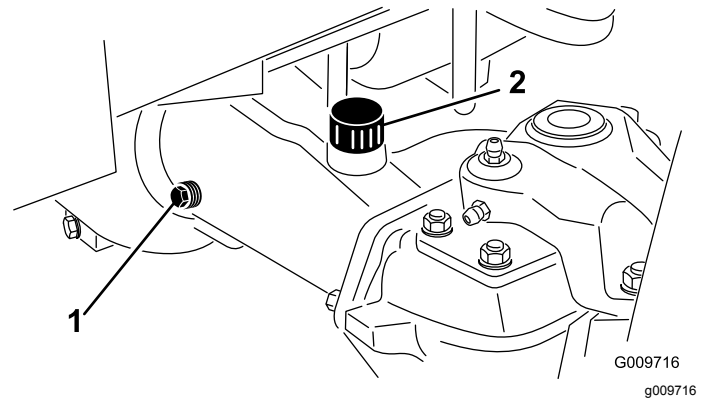

Figura 46
2. Retire o tampão de verificação que se encontra numa das extremidades do eixo (Figura 46) e certifique-se de que existe lubrificante até ao fundo do orifício. Se o nível estiver baixo, retire o tampão de enchimento (Figura 46) e adicione lubrificante suficiente para o nível de lubrificante subir até ao fundo do orifício do tampão de verificação.